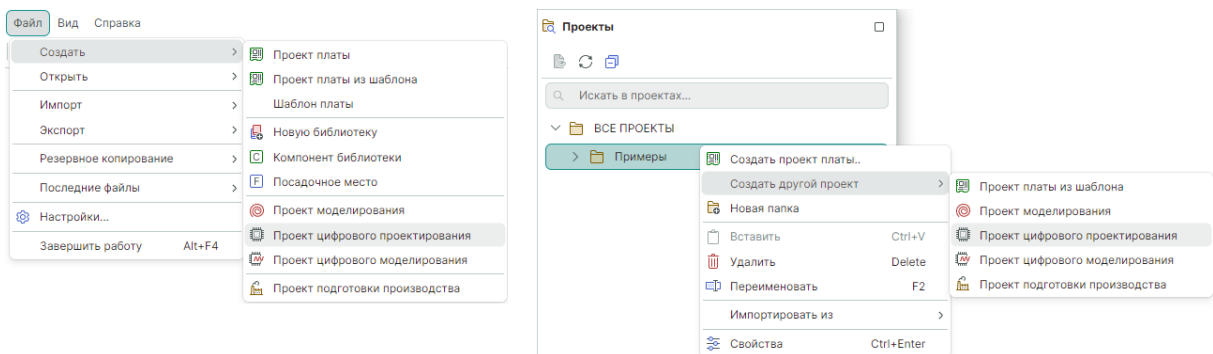

Рис. 15 Переход к созданию проекта цифрового проектирования
1. В главном меню перейдите в раздел «Файл» → «Создать» → «Проект цифрового проектирования» или из панели «Проекты» вызовите контекстное меню с любой выбранной папки → «Создать другой проект» → «Проект цифрового проектирования», см. Рис. 15.